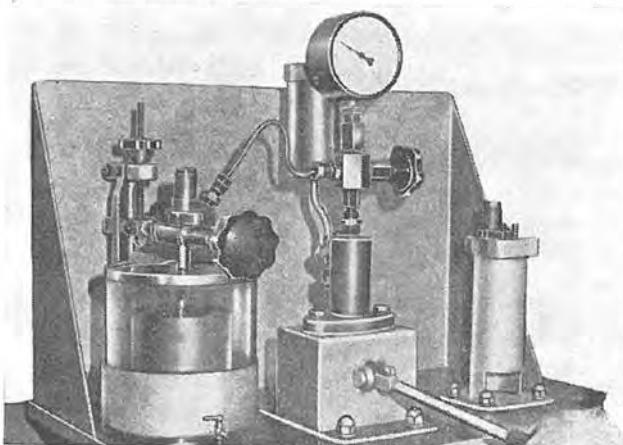

Fig. 35
- Agire sulla pompa a mano (fig. 35), e controllare che la pressione di iniezione sia $190 \pm 200 \text{ kg/cm}^2$.
- Operate hand pump (fig. 35) and check that injection pressure is $190 \pm 200 \text{ Kg/sq.cm.}$
- Actionner la pompe à main (fig. 35) et vérifier que la pression d'injection soit de $190 \pm 200 \text{ kg/cm}^2$.